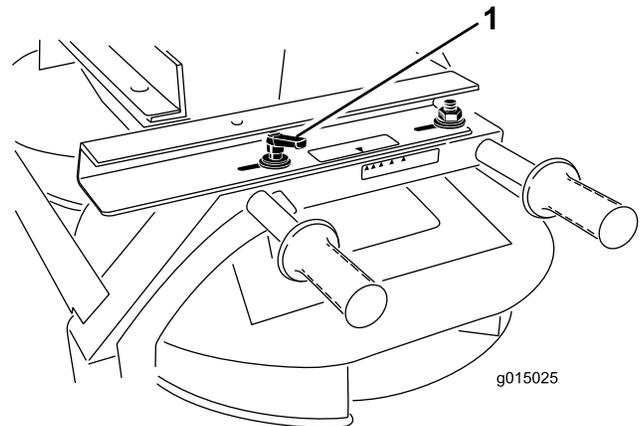

Figura 32
1. Afoje la palanca situada en cada lado del doble rotor (Figura 32).